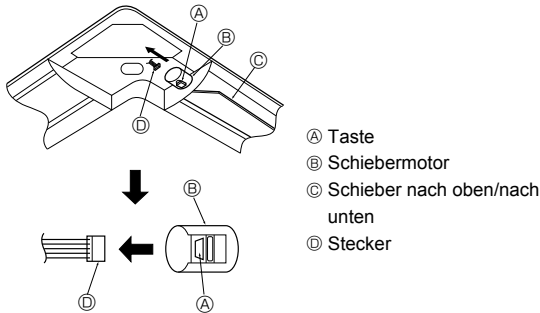

Fig. 9-11
9.7. Verriegelung der Richtung des Luftstroms nach oben/nach unten (Fig. 9-11)